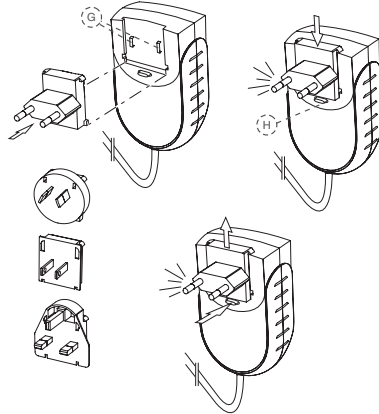

Abb. 4 Ladegerät und Steckeradapter
- 1) Wählen Sie den für Ihre Steckdose geeigneten Steckeradapter (siehe Abb. 4).
- 2) Setzen Sie den geeigneten Steckeradapter auf die beiden Kontakte (Abb. 4, G) am Ladegerät und drücken Sie ihn in Richtung Verriegelungstaste bis er einrastet. Zum Auswechseln des Adapters müssen Sie die Verriegelungstaste drücken.